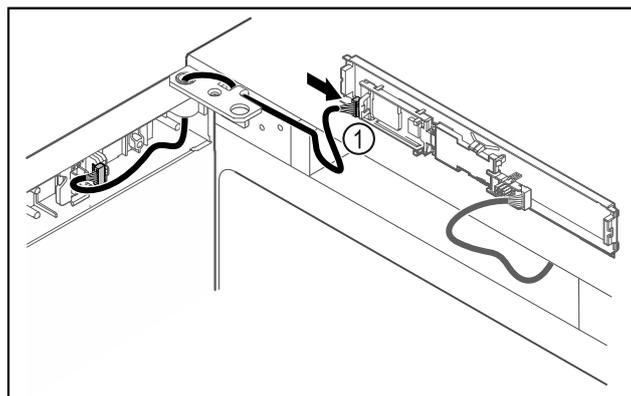

Fig. 44
- Collegare il connettore Fig. 44 (1) sulla scheda.